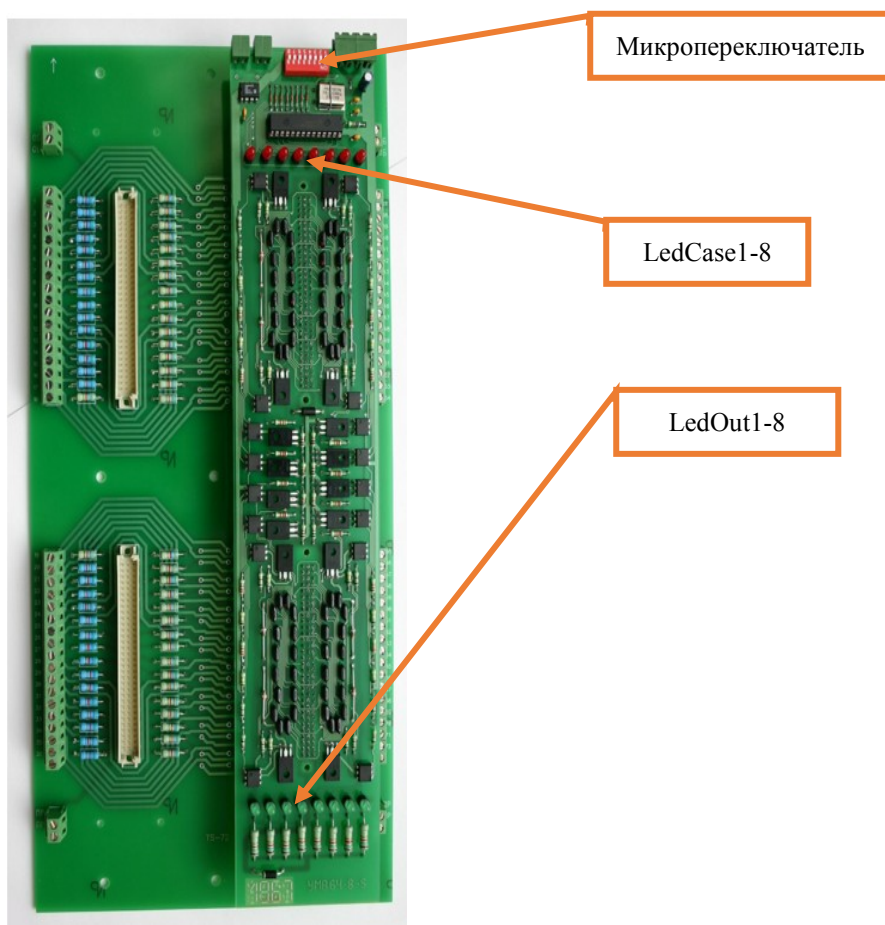

Рисунок 3. Микропереключатель на УМВ-64/8-S.
7.2.6 На устройстве УМВ-64/8-S, взятом для замены из ЗИПа, установить все тумблеры на микропереключателе (Рисунок 3) в положение аналогичное тому, которое установлено на заменяемом устройстве УМВ-64/8-S.